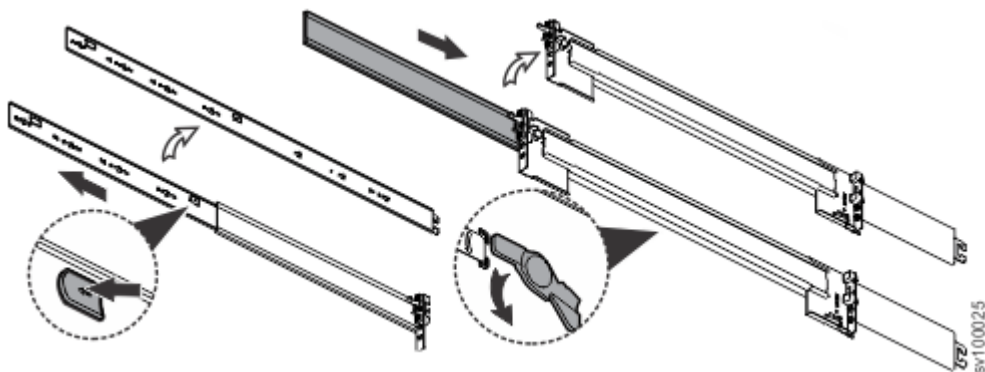

图 22. 拆下内部导轨部件
3. 拆下一个导轨 (包含三个部件) 的内部部分, 如第 19 页的图 22 中所示。